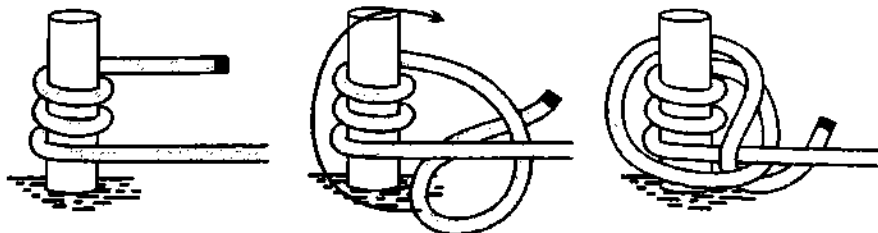

Рис. 958. Портовый узел – это выбленочный узел с двумя шлагами. В конце может быть накинута одна или две калышки.
**Выбленочный узел** с двумя или тремя шлагами используется моряками для быстрого крепления швартовых канатов за открытую опору – пал, битенг или кнехт (рис. 958). **Портовый узел** хорошо держит на стальном и синтетическом тросе и в любой момент может быть быстро развязан, если немного ослабить